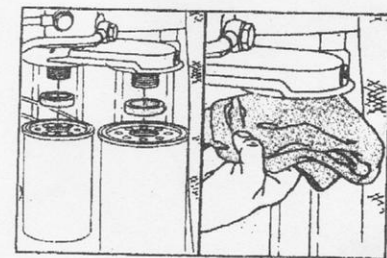

图 24
(4)更换燃油滤清器(图 24)
清洁燃油滤清器头部周围。拆下滤清器，清洁滤清器头部垫圈表面。更换 O 型密封圈。将干净的柴油注入新的燃油滤清器，并用清洁的机油润滑 O 型密封圈。(图 24)